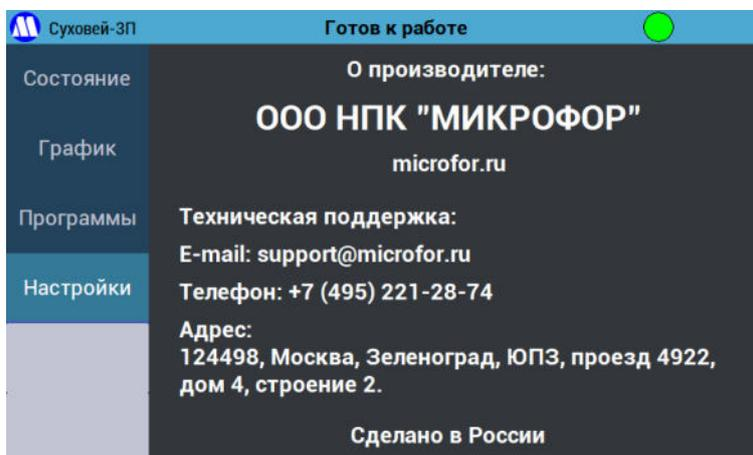

Рисунок 24 – Экран «О производителе».
7.2.10.6. Кнопка «**О производителе**» выводит экран (Рисунок 24) с контактными данными производителя генератора.